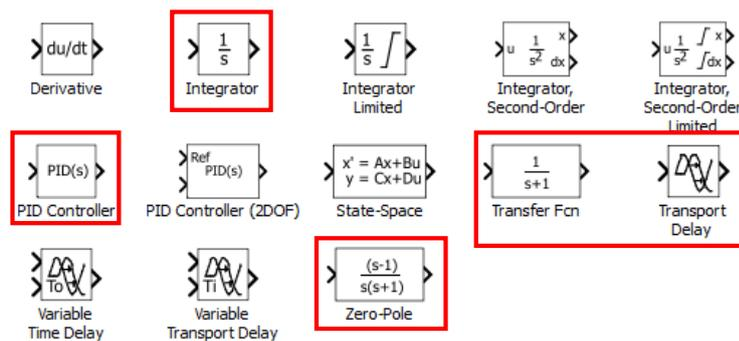

FIGURE 4 – Composants de la librairie Continuous
- **Continuous** : les composants de cette librairie sont représentés sur la Figure 4.